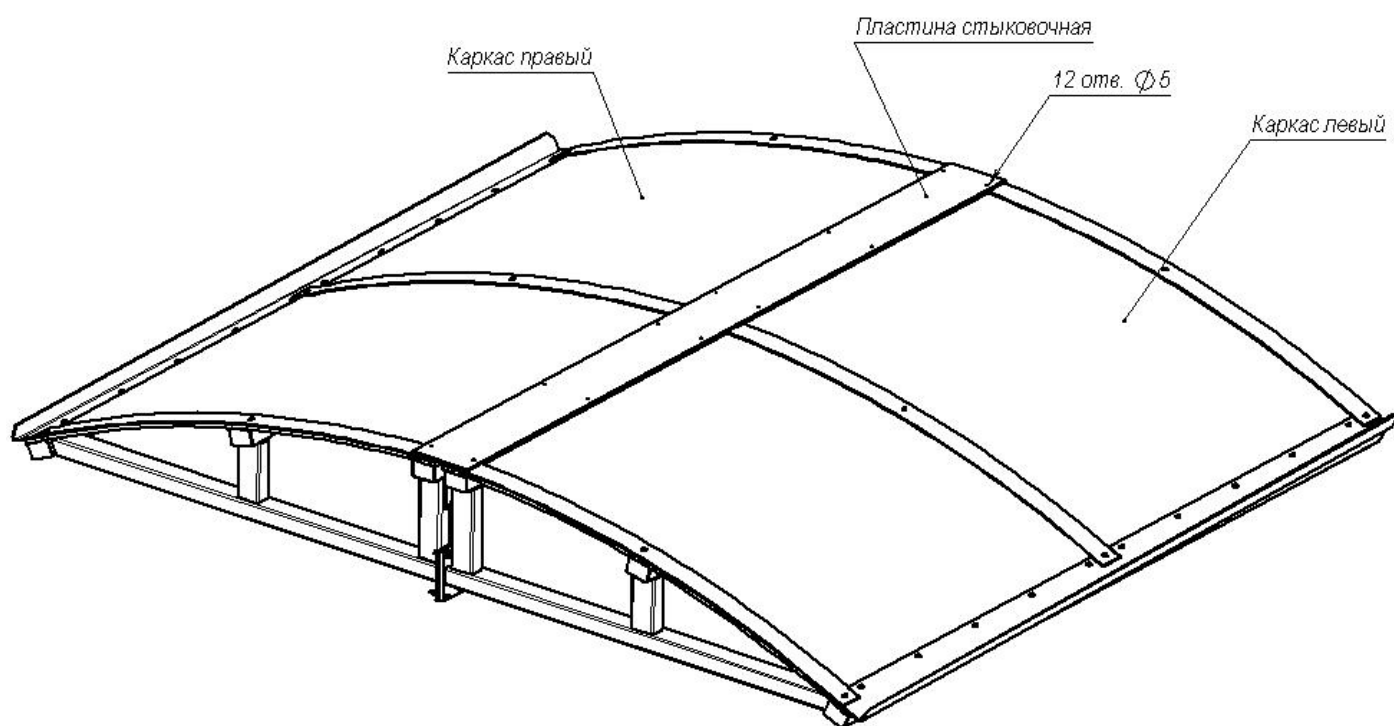

Рисунок 5 – Вид соединённых каркасов (1) и (2) с установленной пластиной стыковочной (10)
8.2.11 Положите стыковочную пластину на стык каркасов уплотнительным профилем вниз. Через имеющиеся в пластине 12 отверстий  $\varnothing 5$  мм (см. рисунок 5) просверлите в каркасах 12 отверстий  $\varnothing 3,5$  мм и глубиной 9 мм под саморезы 4,2x16. Закрепите пластину на каркасах с помощью саморезов.